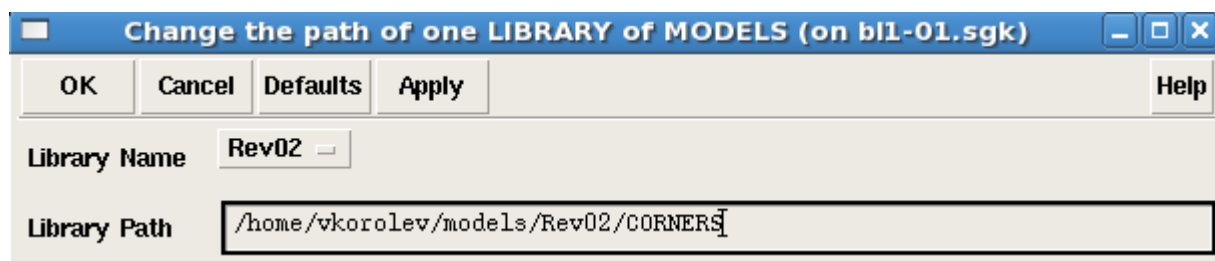

Рис. 2.18 Окно изменения пути библиотек.
- Выберите команду меню *Library -> Change* (рис. 2.18).